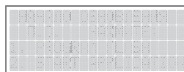

Рис. 29.
11. На дисплее регулятора появится окно (см. Рис. 29);